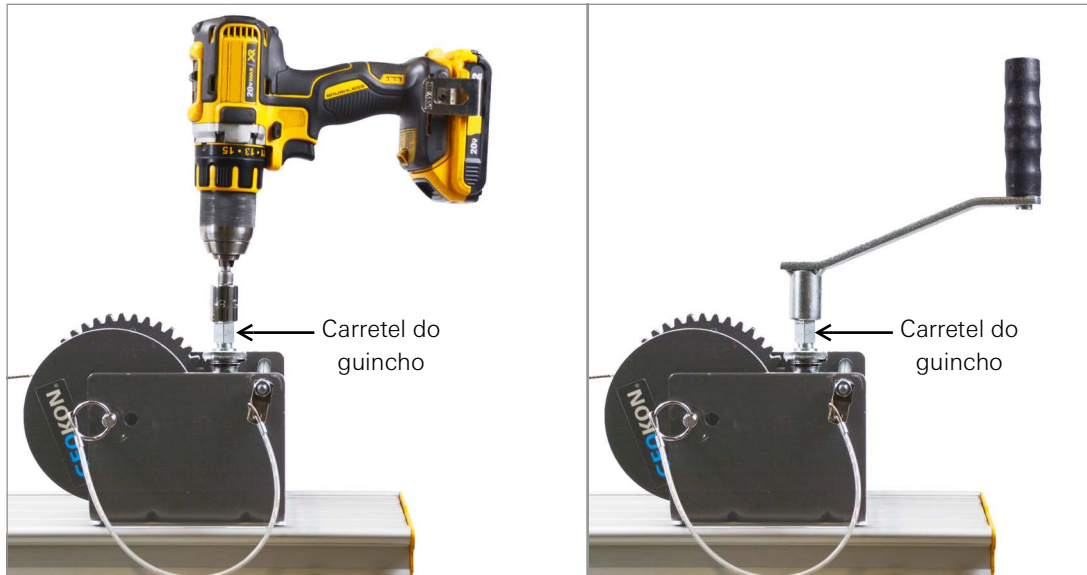

FIGURA 36: Perfuratriz (esquerda) ou alça manual (direita) instalada no carretel do guincho
5. Instale o soquete/adaptador (usado com uma perfuratriz fornecida pelo cliente) ou a alça manual no carretel do guincho da estrutura do guincho (Figura 36).